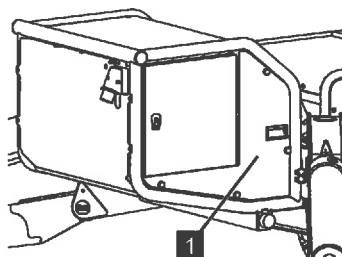

Abb. 162
2. Die Abdeckung (Abb.162/1) abschrauben.